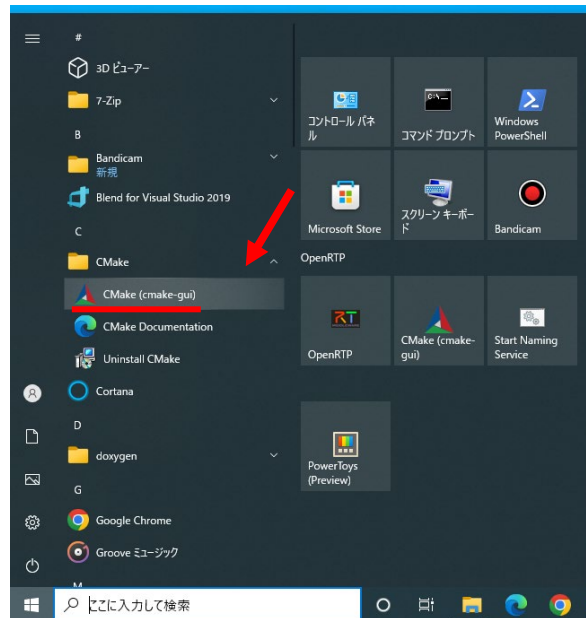
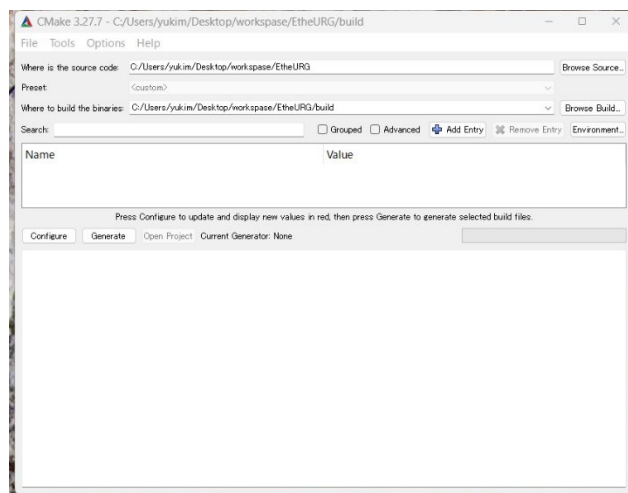

図 13 CMake の起動方法
図 14 起動した CMake
- ③ 図 13 のように[デスクトップ]から[スタート]ボタンを選択し、表示された項目の中から、[CMake]フォルダー内の[CMake (cmake-gui)]をクリックし、図 14 のようなアプリを起動させる。